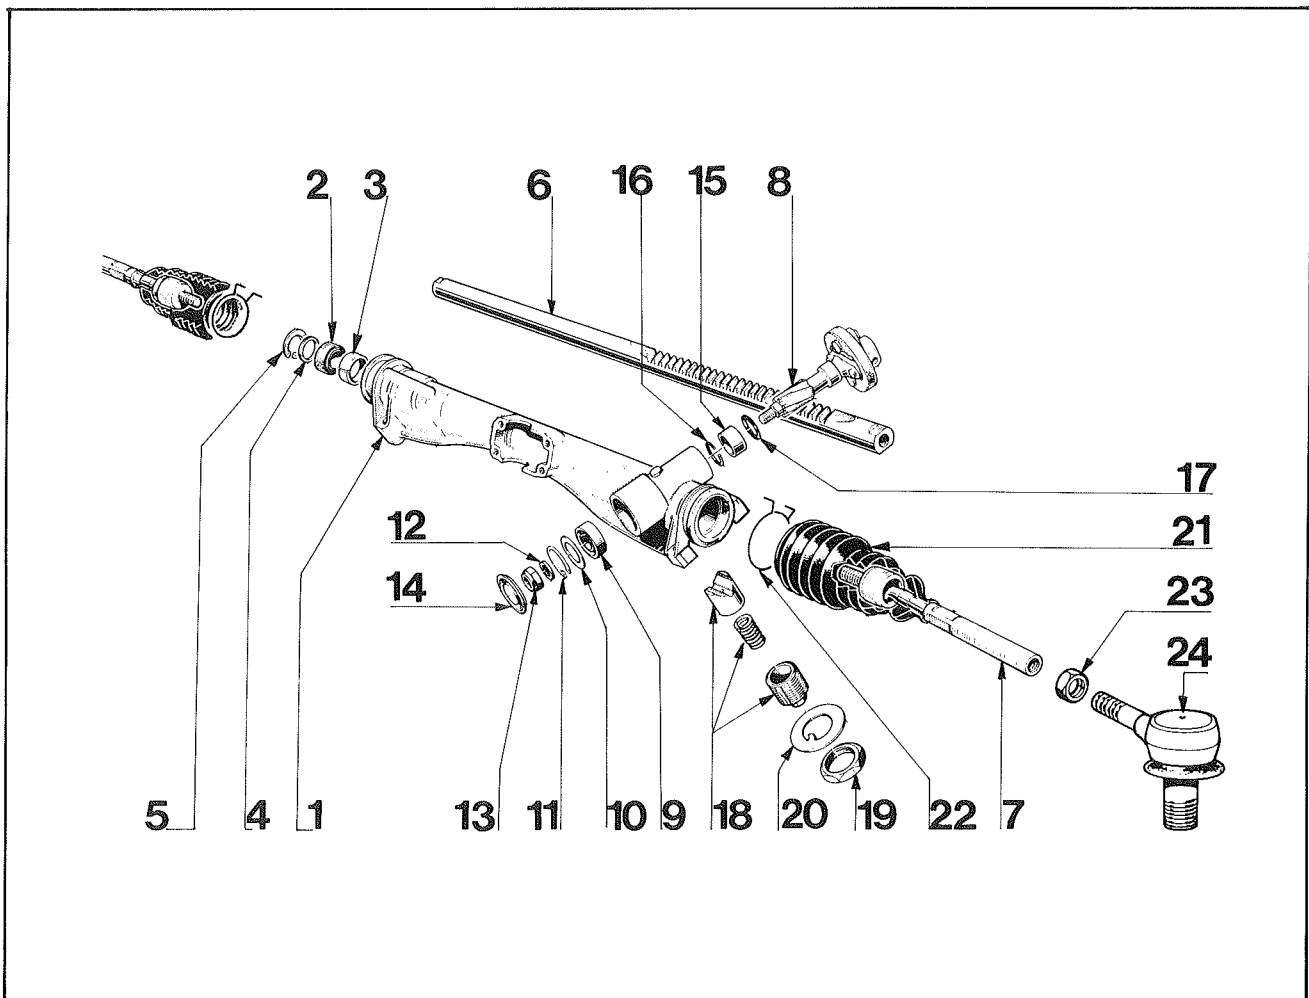

Fig. 16
- Mettre en place la cage (3) (fig. 16) de la bague élastique (2), orienter la fente à l'opposé de la rainure de graissage.
- Emmancher la bague élastique (2), graisser, placer la rondelle (4) et le circlip (5)
- Mettre en place le jonc d'arrêt (16)
- Emmancher le roulement (9) (fig. 16 et 18) outil 20880 Z
- Emmancher le roulement bien à fond, placer des cales (10) (fig. 16) jusqu'à ce que le circlip (11) ne s'engage plus dans la gorge
- Mettre en place la rondelle (12) puis l'écrou nylstop (13) (fig. 16).
- **Poser le capuchon (14) après avoir rempli la cavité de graisse.**